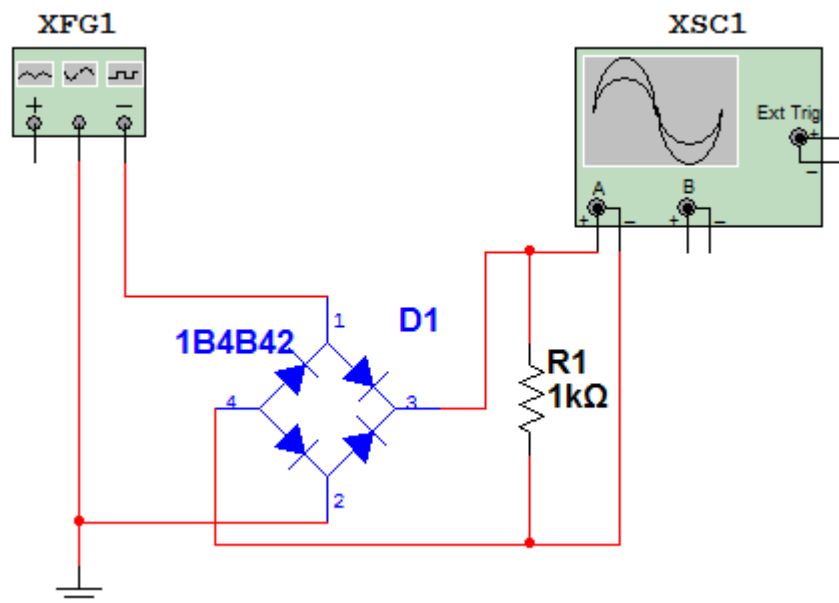

Рис. 2.6. Схема исследования двухполупериодного выпрямителя
5) Ознакомиться с работой двухполупериодного выпрямителя. Для этого собрать схему, изображенную на рис. 2.6. На вход выпрямителя подавать с генератора синусоидальный сигнал напряжением 5 В и частотой 50 Гц. Зарисовать осциллограмму выходного напряжения.